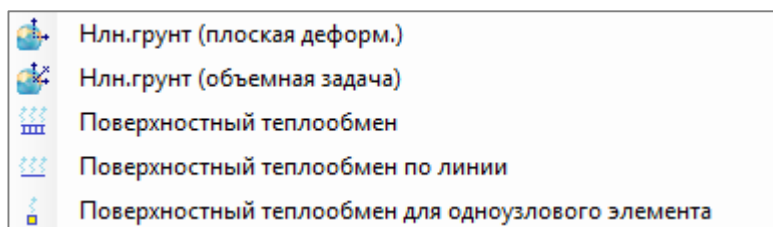

Рис. 2.353. Список специальных материалов
- **Специальный материал** (кнопка ). Специальные материалы представлены следующими типами: **Нелинейный грунт** (плоская деформация), **Нелинейный грунт** (объемная задача), а также материалами для моделирования поверхностного теплообмена в задаче **Теплопроводность**. Переход к необходимому типу осуществляется щелчком мыши по выбранному элементу списка (рис. 2.353).